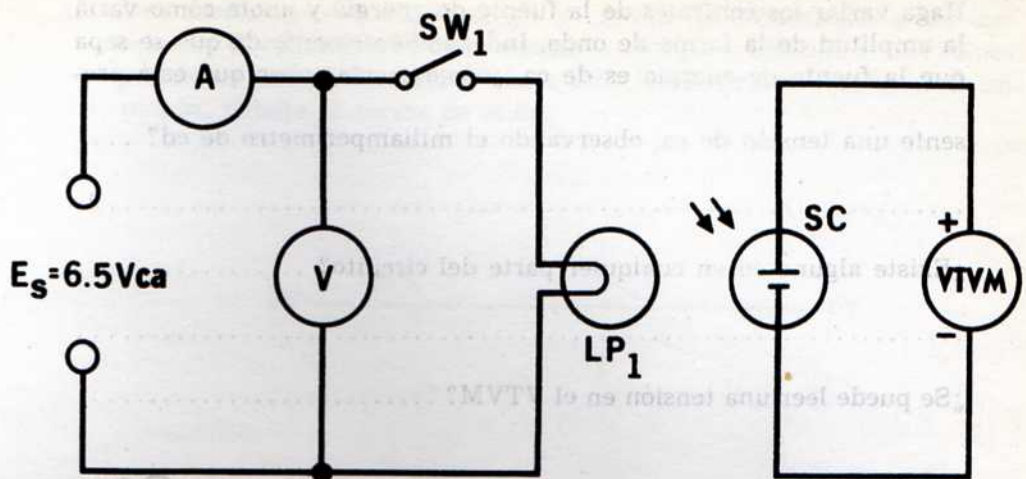

Fig. 24-4
7. Sin alterar la posición de la lámpara en la pila solar, realambre el circuito de ca, como se muestra en la Fig. 24-4. Observe que los medidores de ca no tienen indicación de polaridad, ya que no importa como se conecten las terminales. Invertiendo las conexiones a las terminales, no se hará que la aguja se deflecte hacia la izquierda de la escala.